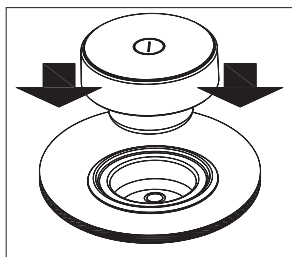

Abb. 3
- 1 Den Knebel (2) in sein Arbeitsgehäuse einsetzen (siehe Abbildung 3).
- 2 Berühren Sie die Taste On **1**(1) mindestens eine Sekunde lang. Wenn eine Kochzone heiß ist, wird in der Betriebsanzeige (4) ein H angezeigt.